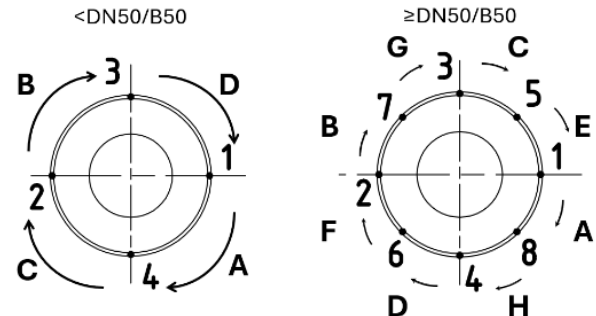

Abb. 5: Wurzellage
- b) Anschließend wird eine Wurzellage wechselseitig im Pilgerschritt-Verfahren (Abb. 5) vorgeschweißt. Dabei ist eine kontinuierliche Kühlung sicherzustellen.
- c) Nach dem Schließen der Wurzellage wird auf beiden Seiten die Füll- / Decklage wechselseitig im Pilgerschritt-Verfahren (Abb. 5) fertiggestellt. Die Gegenseite der Schweißzone wird während des Schweißvorgangs permanent gekühlt.